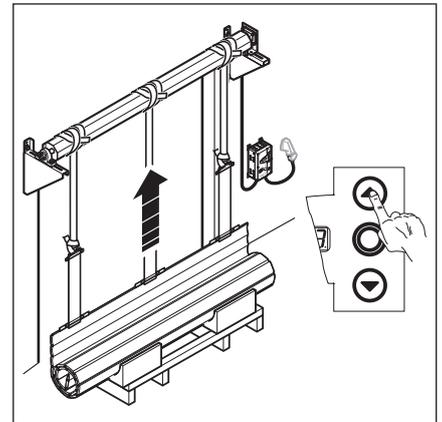

Abb. 6-35: Torbehang mit Hilfe der Gurtbänder auf die Wickelwelle wickeln
6. Im Totmannbetrieb in Richtung *Tor-Auf* fahren, bis der Torbehang vollständig auf die Wickelwelle gewickelt ist (siehe Abb. 6-35).